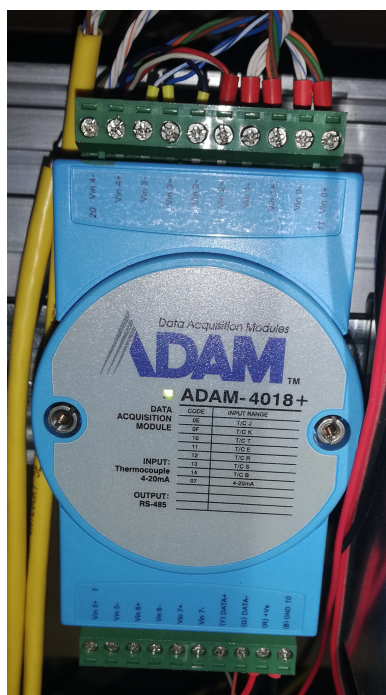

Рис. 1.9. Блок АЦП для контроля напряжений.
Сервер V2K-EMS-NEW расположен в подвале (см. Рис. 1.1), к нему подключено всё «железо» МЭП. Генератор (Рис. 1.8), шаговые двигатели и АЦП медленного контроля (Рис. 1.9) подключены к серверу через интерфейсы USB→Serial. Для того, чтобы после перезагрузки компьютера соответствующие программы знали, к какому из интерфейсов следует обращаться, был создан файл `/etc/udev/rules.d/99-USB-SERIAL.rules` со следующим содержанием:
- Опрашивает АЦП медленного контроля ADAM (Рис. 1.9), получая данные о токе и напряжении газового разряда в лазерной трубке, мощности лазерного излучения и уровне вакуума в камере ВЭПП-2000.